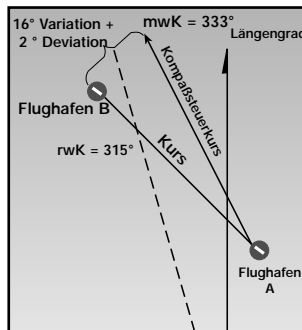

Abbildung 14: Berücksichtigen Sie Deviation und Variation für den Kompaßsteuereurs.
6. Korrigieren Sie den mwSK um Kompaßfehler (Deviation) für den Kompaßsteuerkurs (KSK).	$331^\circ + 2^\circ = 333^\circ$ (siehe Abbildung 14)